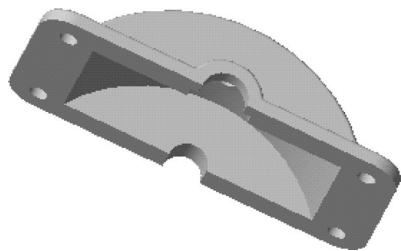

图 11-92 打开模型文件
STEP 01 单击快速访问工具栏中的“打开”按钮，打开模型文件，如图 11-92 所示。